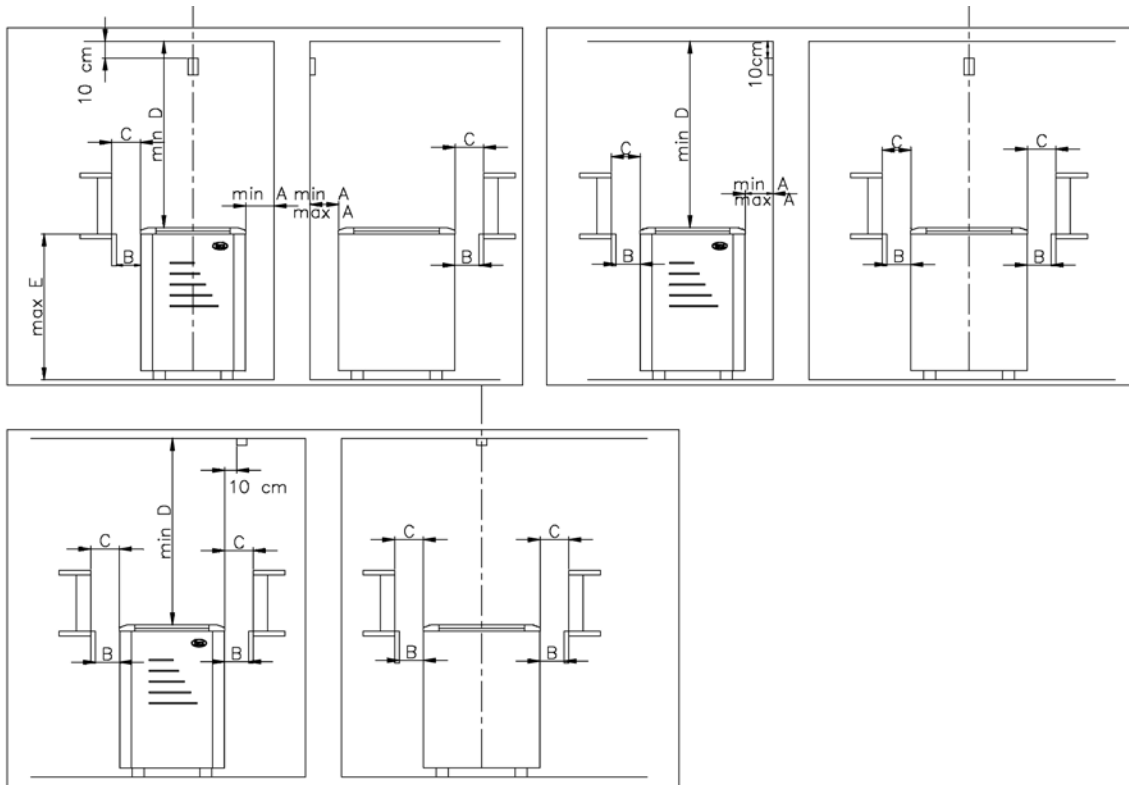

Рисунок 1: Безпечна відстань до кам'янки N
\*\*) Див. рис. 1
- Монтуючи кам'янку, дотримуйтесь безпечних відстаней. (рис. 1)